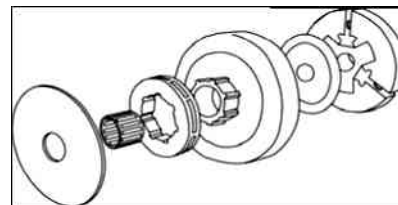

Fig. 2
- Glisser une fine rondelle métallique sur l'arbre d'entraînement, glisser le roulement à aiguilles et faire coulisser la nouvelle cloche d'embrayage sur l'arbre (Fig.2).